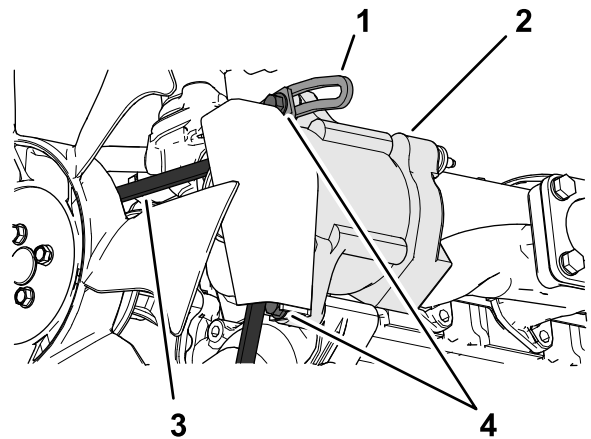

Figura 97
3. Afloje el perno del punto de pivote del alternador; afloje el perno que fija el alternador al tirante ranurado (**Figura 97**).